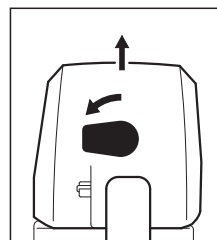

Рис. 64
- Нажать стопор рычага газа и одновременно рычаг газа, а также комбинированный рычаг установить в положение закрытой воздушной заслонки |↖| (рис. 64).